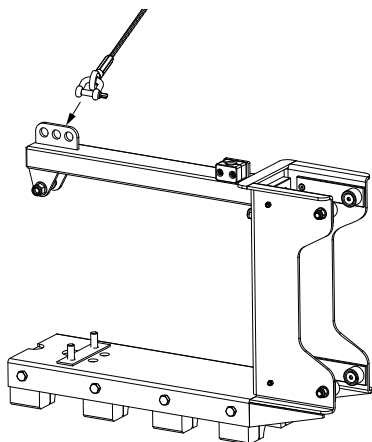

Рис. 22 Фиксация подъёмного троса на кронштейне двигателя
14. Закрепить подъёмный трос (поз. 15) на кронштейне двигателя с помощью скобы. См. рис. 22.